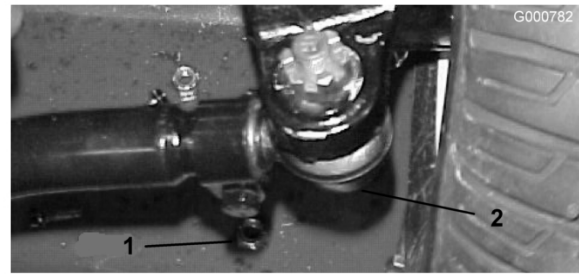

Figura 58
2. Para ajustar, retire la chaveta y la tuerca de cualquiera de las articulaciones esféricas de la biela. Retire la articulación esférica de la biela del soporte del eje (Figura 58).
3. Afloje las abrazaderas en ambos extremos de las bielas (Figura 58).